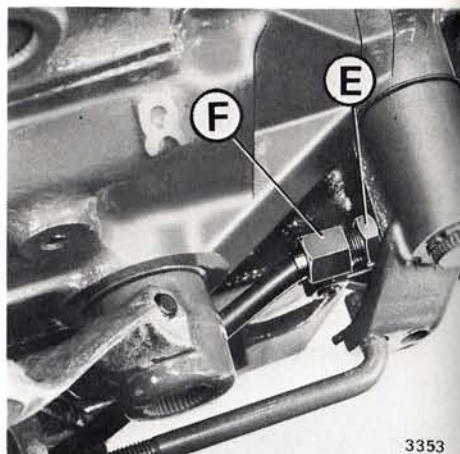

Fig. 38 - Réglage de l'embrayage
- Desserrer le contre-écrou **E** (fig. 38).